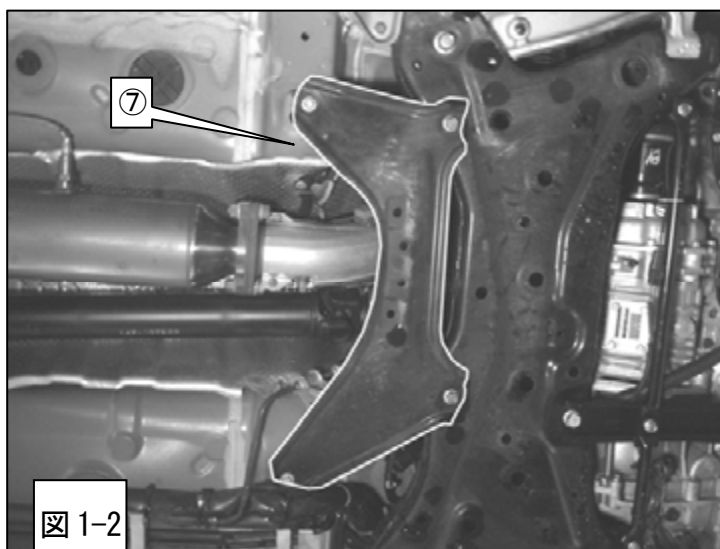

図 1-2
(3) 図の⑦を取外してください。(図1-2)
- ⑦ フロントフロアバックボーンブレース